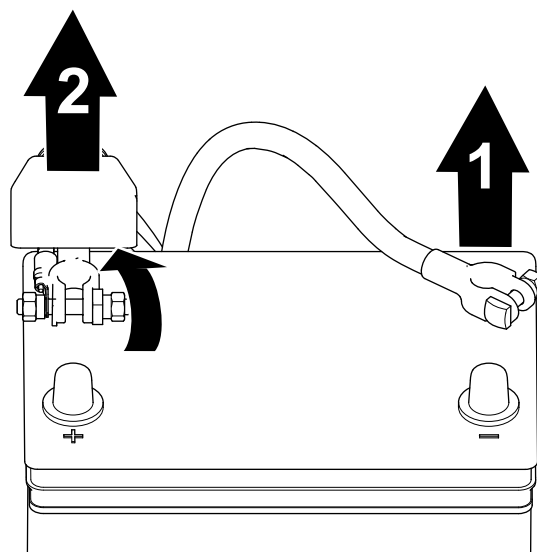

Figura 34
1. Rimuovete il cavo negativo della batteria dal polo della batteria (Figura 34).
2. Sollevate l'isolamento e rimuovete il cavo positivo della batteria dal polo della batteria (Figura 34).